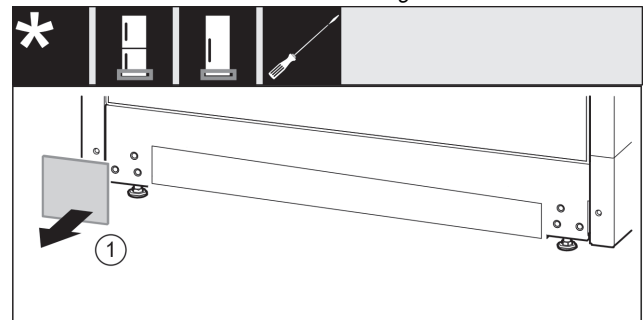

Fig. 15
- ▶ Irrota suojus. Fig. 15 (1)